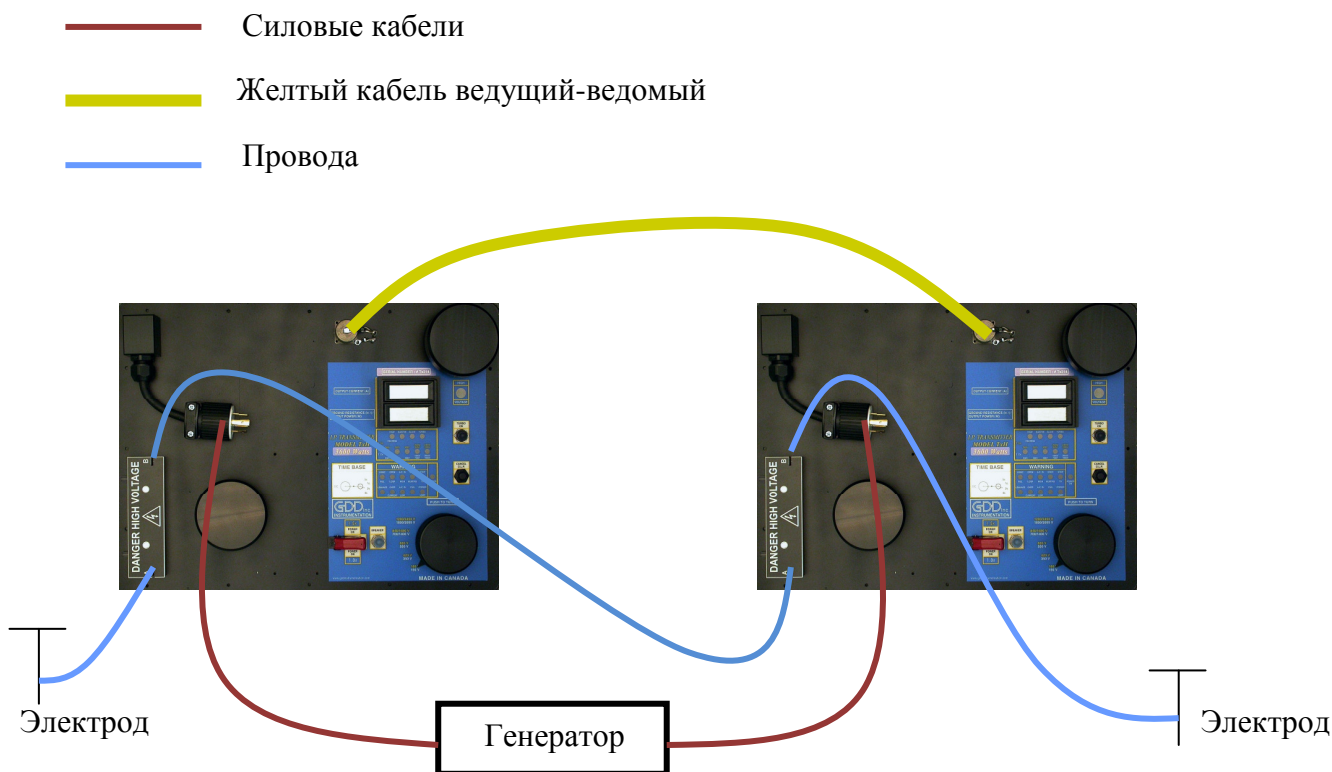

Рис. 2 :диаграмма системы «ведущий/ведомый»
1. Подсоедините желтый кабель синхронизации (ведущий/ведомый) к передатчикам. На одном конце кабеля имеется пометка MASTER (ведущий), на другом – SLAVE (ведомый). В зависимости от того каким концом кабель подсоединен к интерфейсу, передатчик может быть Ведущим (Master) или Ведомым (Slave). Режим работы указан горящим индикатором MASTER или SLAVE. (см. Рис. 2, желтая линия)
2. Соедините изолированным проводом терминал (A) одного передатчика с терминалом (B) другого передатчика (см. Рис. 2, голубая линии)
3. Подключите передатчики силовыми кабелями к генератору (см. Рис. 2, красные линии)
4. Введите электроды в грунт и подсоедините их к свободным терминалам (A) и (B) изолированными проводами (см. Рис. 2, голубые линии)